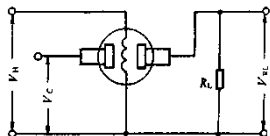

图 6-12 L.P.G 半导体气敏元件测试电路
(4)测试电路和测试条件:基本测试电路见图 6-12。测试条件为:回路电压 $V_C = 10$ V,加热电压 $V_H = 5$ V,负载电阻 $R_L = 10$ k Ω 。